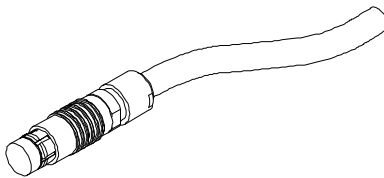

Abbildung L-4 19-poliger Stecker für Wirbelstromsonde
- mit dem 19-poligen Stecker (siehe Abbildung L-4 auf Seite 188) für Mehrspulen-Wirbelstromsonden